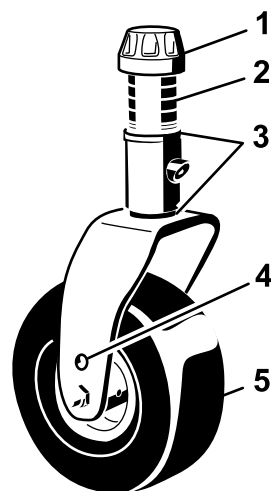
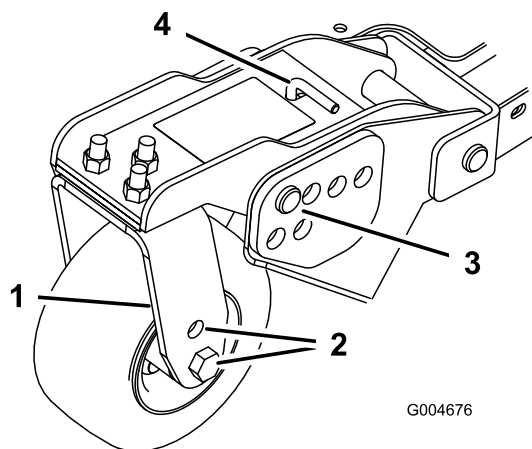
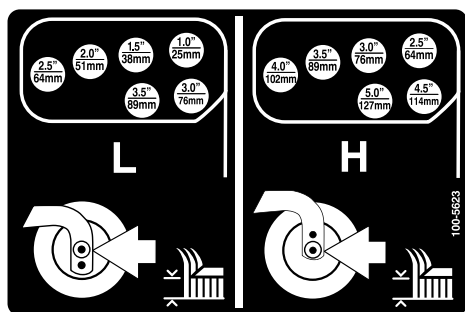

Figura 22
Figura 24
Figura 25
- Coloque los ejes de las ruedas giratorias en el mismo taladro en todas las horquillas (Figura 22 y Figura 24).
- Retire el casquillo tensor del eje y deslice el eje fuera del brazo de la rueda giratoria (Figura 22).
- Retire la chaveta y los pasadores de los brazos de pivote de las ruedas giratorias (Figura 24).
7. Gire la varilla tensora para elevar o bajar el brazo de pivote hasta que los taladros estén alineados con los taladros seleccionados del soporte de ajuste de la altura de corte en el bastidor de la carcasa de corte (**Figura 24** y **Figura 25**).